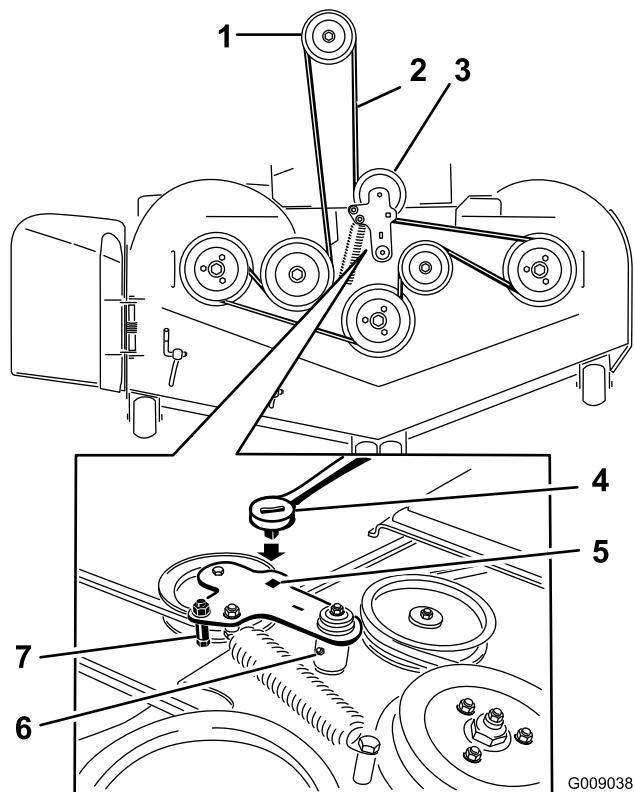

Figura 95
5. Levante la chapa de suelo e introduzca una llave dinamométrica en el taladro cuadrado del brazo tensor de la carcasa (Figura 95).
6. Gire cuidadosamente el brazo tensor de la carcasa en sentido horario y retire la correa del cortacésped (Figura 95).